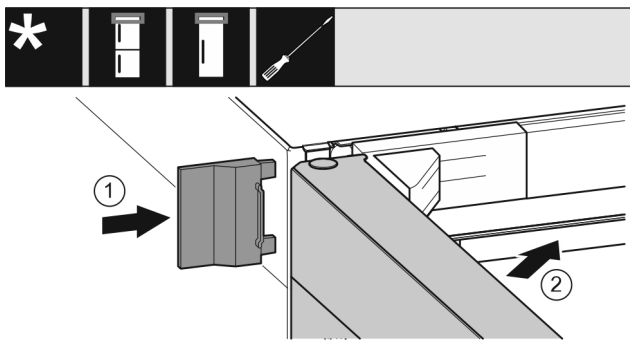

Fig. 20
- ▶ Tolja fel a külső fedelet. Fig. 20 (1)
- ▶ Csupkja be a felső ajtót. Fig. 20 (2)